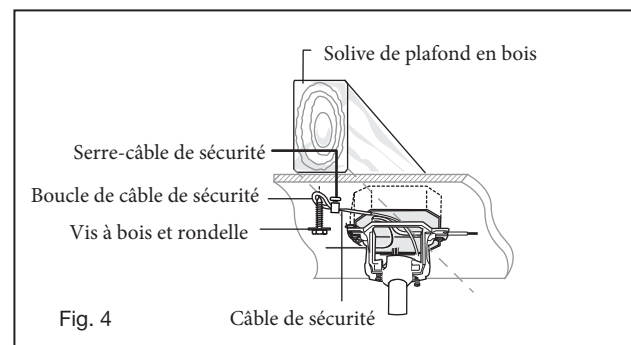

Fig. 4
- 8 Soulevez la boule/la tige de suspension/le ventilateur dans l'ouverture du support de suspension. REMARQUE : La languette à l'opposé de l'ouverture du support de suspension doit s'insérer dans la fente de la boule. (Fig. 4)